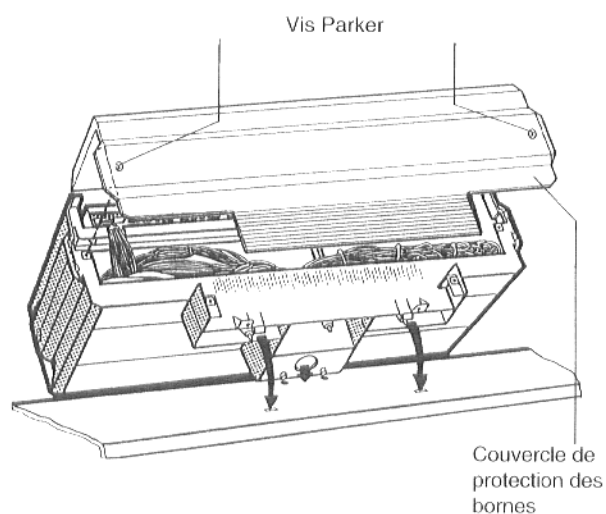

Fig. 10
- Dévisser les deux vis Parker du couvercle de protection des bornes et retirer le couvercle (fig. 10).
- Placer l'appareil de régulation de sorte que les ergots d'emboîtement de devant s'emboîtent dans les fentes oblongues puis le tirer vers l'avant et enfin le faire basculer vers l'arrière jusqu'à ce que les 2 ergots élastiques s'enclenchent à droite et à gauche (flèches - fig. 10).